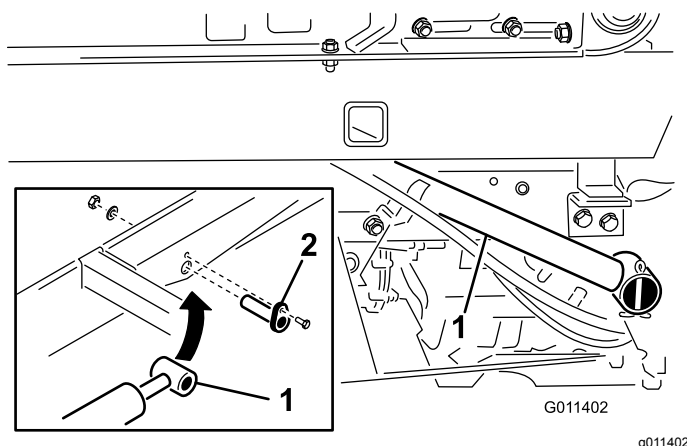

Figura 11
1. Assicurate ogni estremità dell'asta del cilindro di sollevamento alla base dello spargitore con una spina cilindrica (Figura 11).
2. Assicurate ogni spina cilindrica alla base dello spargitore con una vite a testa cilindrica (1/4" x 3/4"), una rondella piana e un dado (Figura 11).